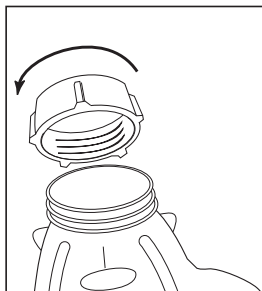

FIGURE 4
5. Enclencher la bague dans l'anneau de fixation. Mettre la bague par-dessus de la bague, les aligner avec les crans du récipient. (*Remarque :S'il y a des rainures sur le dessus de la bague, aligner-les avec les crans du le récipient.*) Mettre la bague sur le récipient et visser l'anneau de fixation dans le sens des aiguilles d'une montre pour bien la fixer. (Figure 4)